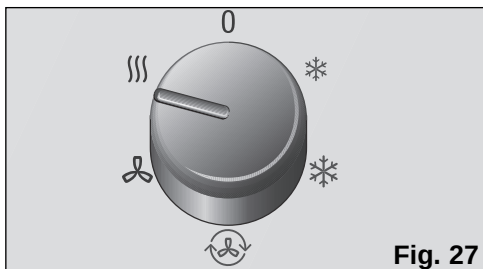

Fig. 27
- ❑ Selezionate la funzione riscaldamento. **Fig. 27**